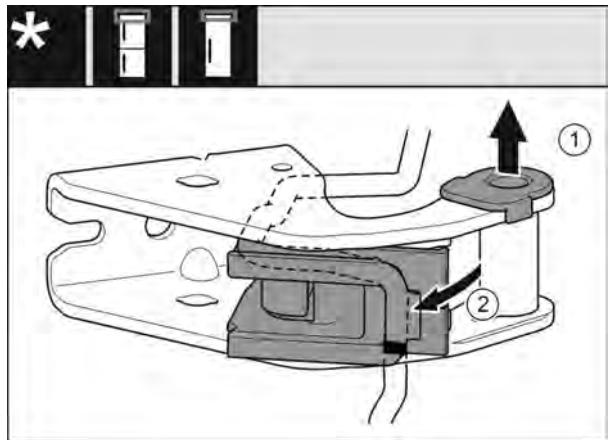

Fig. 14
- Опорную втулку вытяните из направляющей. Fig. 14 (1)
- Отведите держатель кабеля в сторону. Fig. 14 (2)